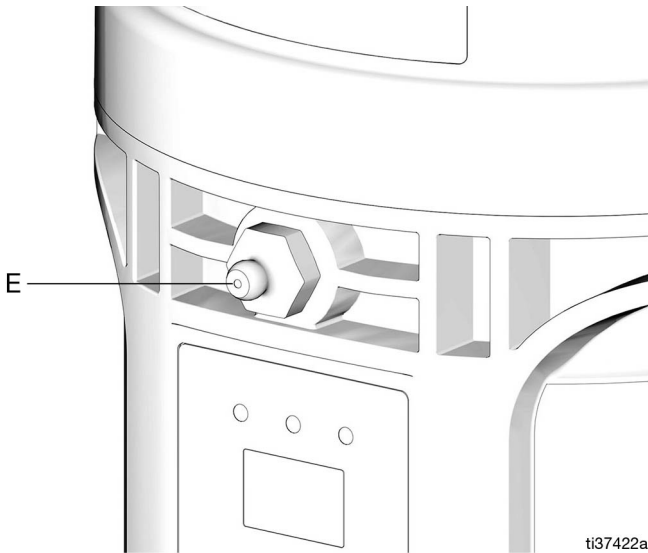

Рис. 19
1. Подсоедините заправочный рукав к впускному фитингу для заливки смазки (E) (Рис. 19).